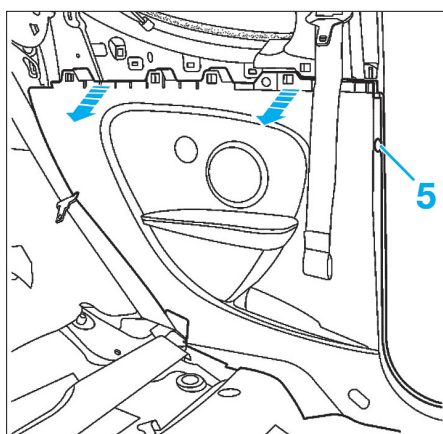

FIG. 24
- Déposer la vis (5) puis dégrafer le panneau de porte (Fig.24).